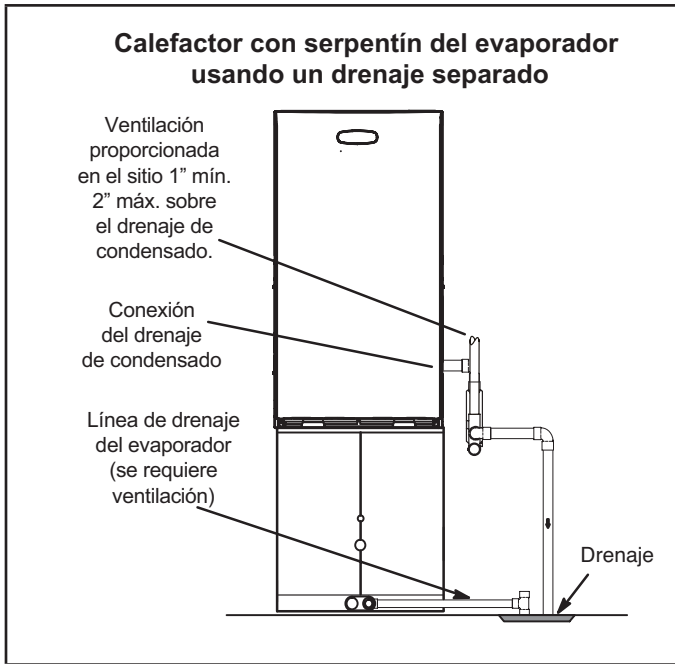
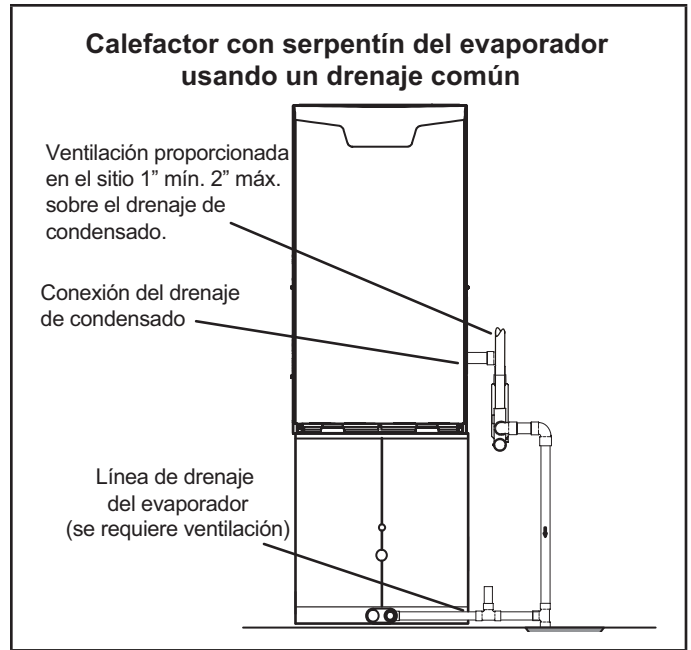

FIGURA 45
FIGURA 46
- 5 - La "FIGURA 45" muestra el calefactor y el serpentín del evaporador usando un drenaje separado. Si es necesario, la línea de condensado del calefactor y del serpentín del evaporador se pueden drenar juntas. Ver la "FIGURA 46". La ventilación proporcionada en el sitio debe ser de un largo mínimo de 1" hasta un largo máximo de 2" arriba de la conexión de la salida de drenaje de condensado.